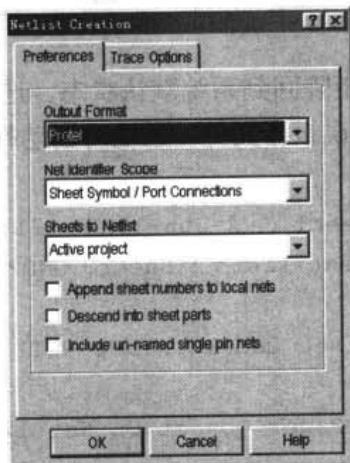

图 7-7 Netlist Creation (生成网络表) 对话框
- (1) 打开准备产生网络表的原理图文件并执行菜单命令 Design|Create Netlist，系统将弹出如图 7-7 所示的 Netlist Creation 对话框，即根据网络表的输出格式和项目层次结构进行设置。生成网络表对话框包含 2 个选项卡：Preferences 选项卡和 Trace Options 选项卡。现将它们分别进行介绍。